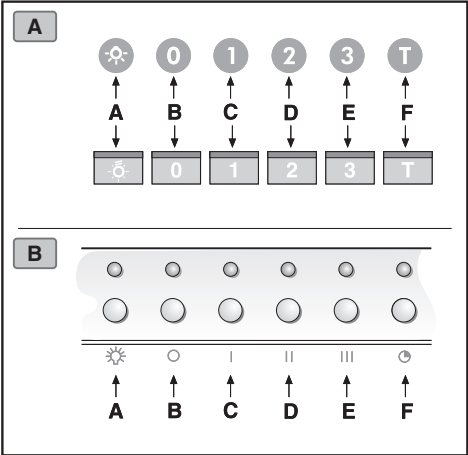

Fig.12
• **Comandi luminosi (Fig.12.A.B.)** la simbologia è di seguito riportata: